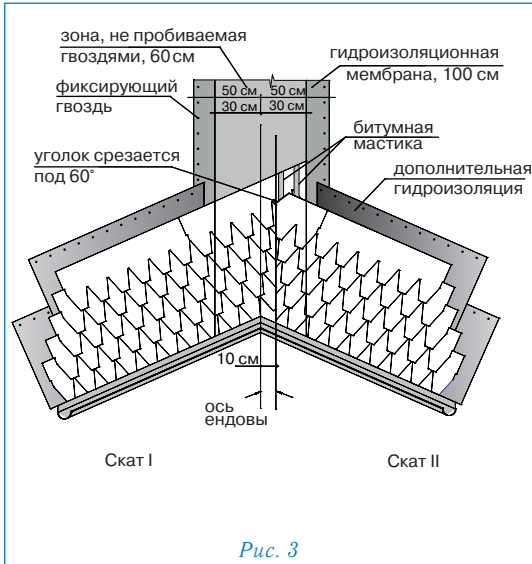

Рис. 3
### Ендова (рис. 3)
- лист, подходящий к ендове со ската II, должен доходить до линии подрезки и обрезать по ней. Верхний уголок обрезанного края листа подрезается под углом 60° (5×3 см — рис. 3);